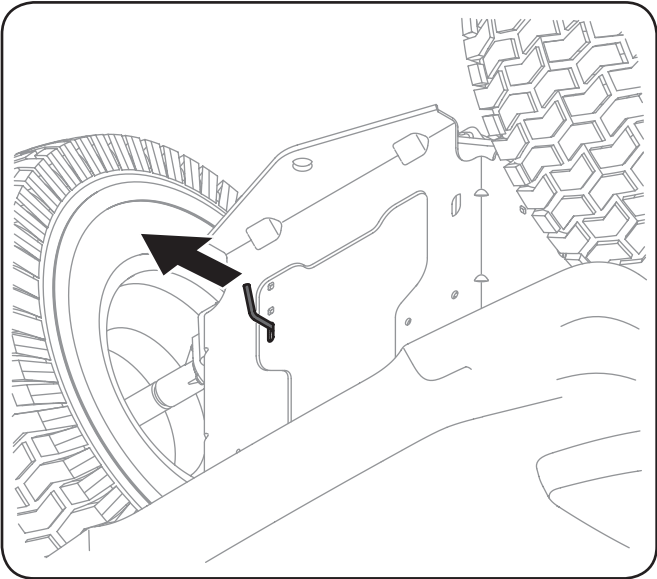

Figure 3-1
1. Engagez la tige de dérivation de la transmission pour déplacer le tracteur manuellement sans le démarrer. La tige de dérivation de la transmission est située à l'arrière du tracteur, sur le châssis. Tirez la tige de dérivation pour l'engager. Voir Figure 3-1.
2. Après avoir déplacé le tracteur, poussez la tige de dérivation de la transmission pour la désengager. Voir Figure 3-1.